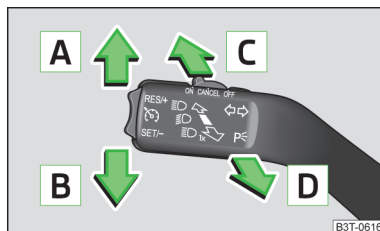

Fig. 36
Posiciones de la palanca de mando » fig. 36
- Coloque la palanca de mando en la posición **A** o bien **B** hasta el tope » fig. 36 de la página 50 - la luz de posición en el lado derecho o izquierdo del vehículo se conecta.